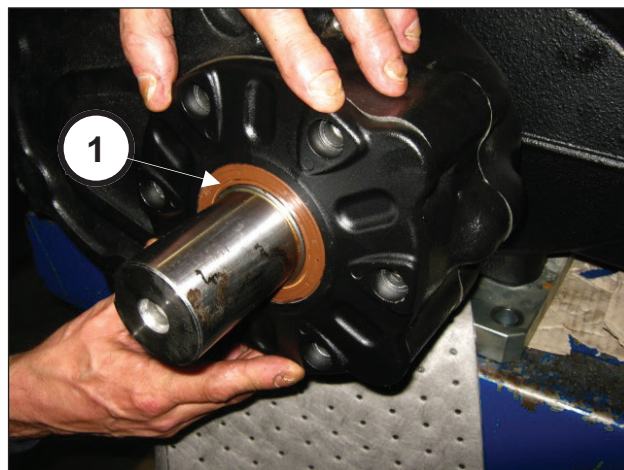

Fig. 87
Introducir el retén en el piñón con cuidado para no dañarlo (pos. ①, Fig. 87).